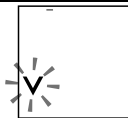

Рис.8
1. Нажмите кнопку START/STOP. На дисплее замигает символ сравнения «V» и прибор выпустит остатки воздуха из манжеты (рис.8).